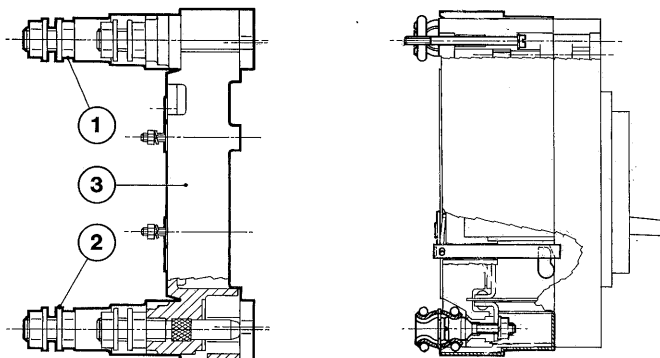

Fig. 12
- se quanto sopra non avviene, verificare lo scorrimento dell'asta (13)
- o) fissare la parte mobile alla basetta (2) serrando le viti (20)
7.5. Trasformazione dell'interruttore base in interruttore estraibile con attacchi posteriori (fig. 12)